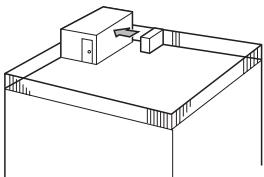

Fig. 2-4
- ① Τοποθετήστε τη μονάδα ώστε το στόμιο εξαγωγής του αέρα να είναι στραμμένο προς την πλησιέστερη διαθέσιμο τοίχο και να απέχει περίπου 500 mm. (Fig. 2-4)